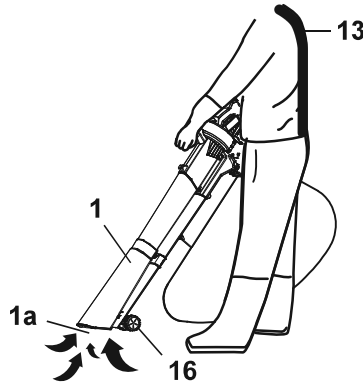

Fig. 11
1. Segure sempre o produto pela pega principal (7) e pela pega dianteira (4).
2. Fixe o arnês (13) na argola para pendurar (5) e coloque-o sobre o ombro.
3. Empurre o produto à sua frente. Utilize os roletes guia (16) para direcionar o bocal (1a) do tubo inferior de aspiração (1) junto ao solo para recolher folhas (Fig. 11).